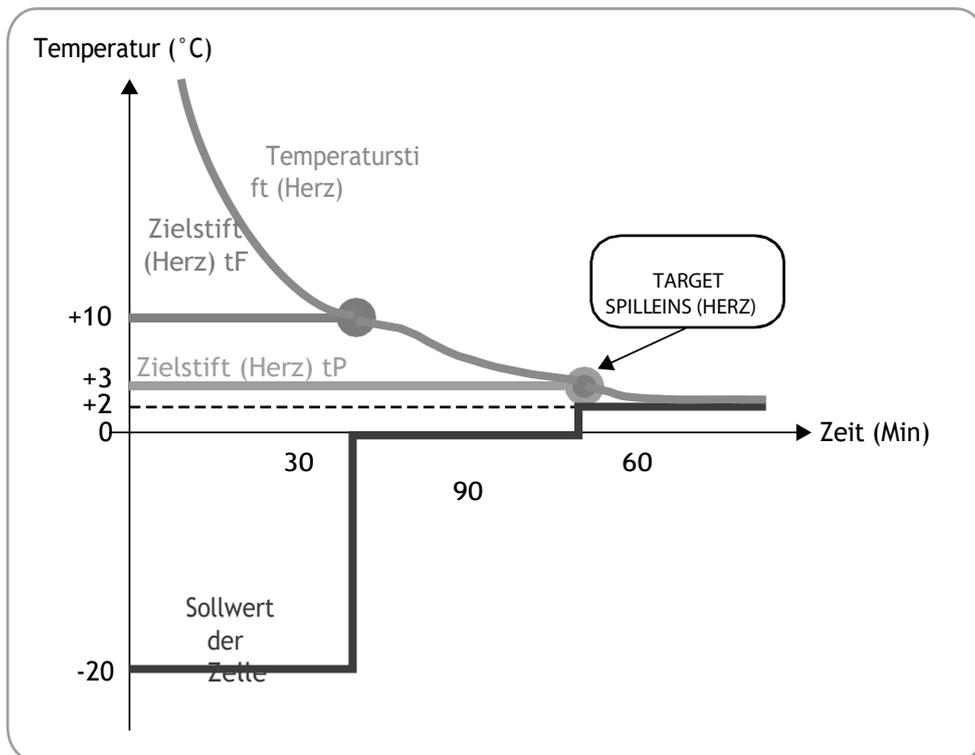

Abb. 11. Positivprogramm mit hartem Vermeidungsmodus
- positiv (kühlend), mit positiver Solltemperatur, und Hartstrahlmodus (**Abb. 11 auf S. 21**);
Die in **Abb. 11 auf Seite 21** angegebenen Zahlenwerte sind die Standardwerte.